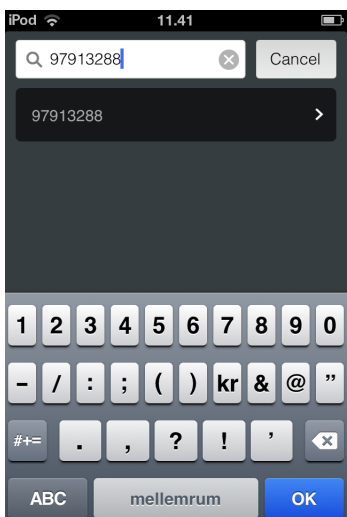

Рис. 39 Ввод номера файла GSC
10. В поле "Configuration number" (номер конфигурации) введите номер файла GSC из раздела 13. *GSC-файлы*. Нажмите на стрелку в поле черного цвета. См. рис. 39.